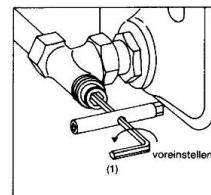

Bild 2
3. Nun Ventilegel mit dem Sechskantschlüssel SW 6 (1) entsprechend den lt. Diagramm gewählten Umdrehungen durch Linksdrehen voreinstellen (Bild 2).